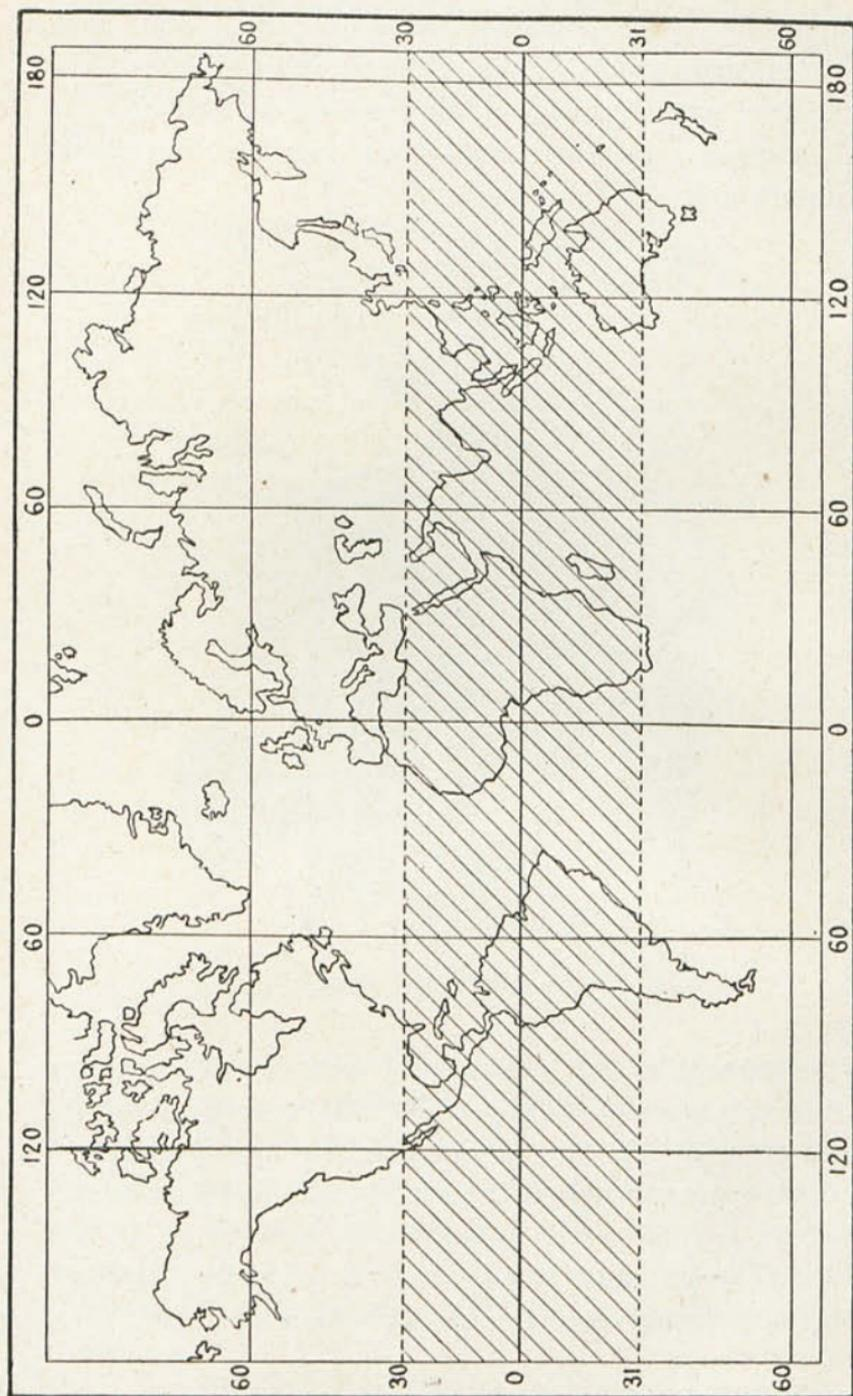

FIG. 4. — Habitat du manioc.
**Habitat.** — Le *manioc*, *magnioc*, *mandioc*, ou *mandioca*, *camagnoc*, *aypi* ou *camagnoc aypi* est assez rustique. On peut dire que son habitat s'étend au 30° degré de latitude de chaque côté des tropiques (*fig. 4*).